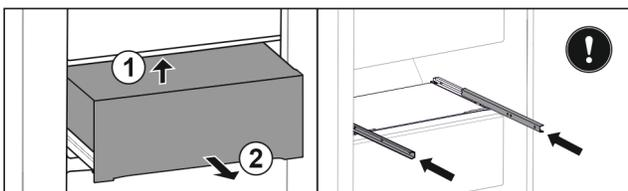

Fig. 112
- Soulever le tiroir à l'arrière par le bas. Fig. 112 (1)
- Retirer le tiroir par l'avant. Fig. 112 (2)